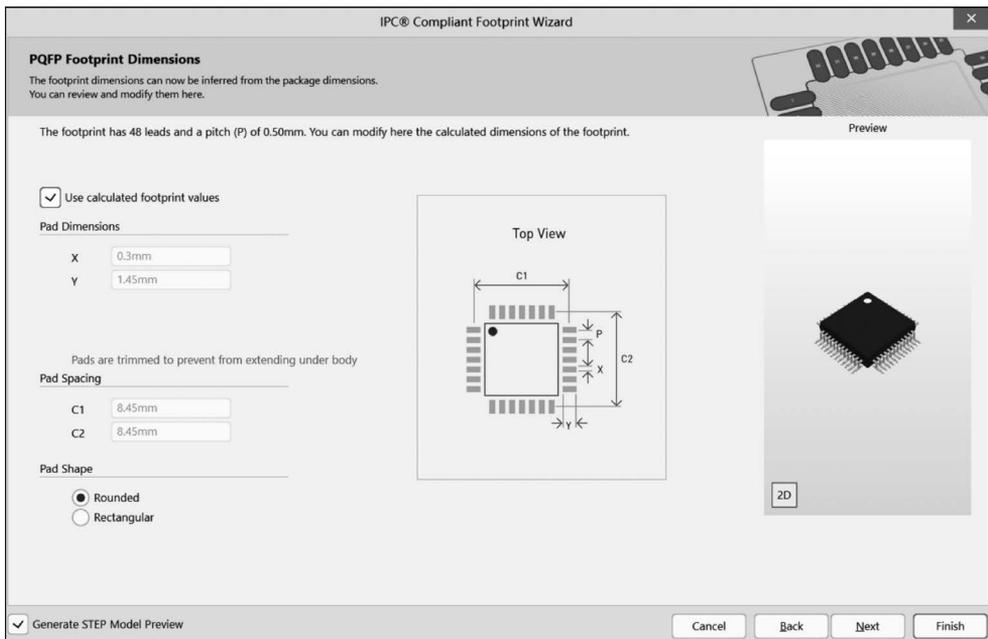

图 3-63 焊盘位置和类型参数设置
(10) 单击 Next 按钮进入焊盘位置和类型设置界面,如图 3-63 所示。